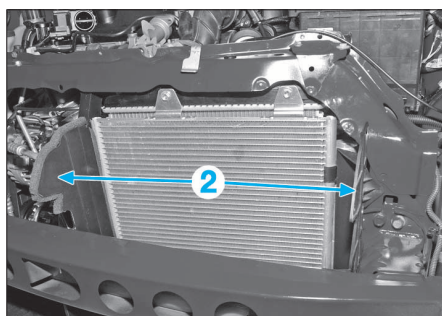

FIG. 50
- Déposer les déflecteurs (2) (Fig.50).